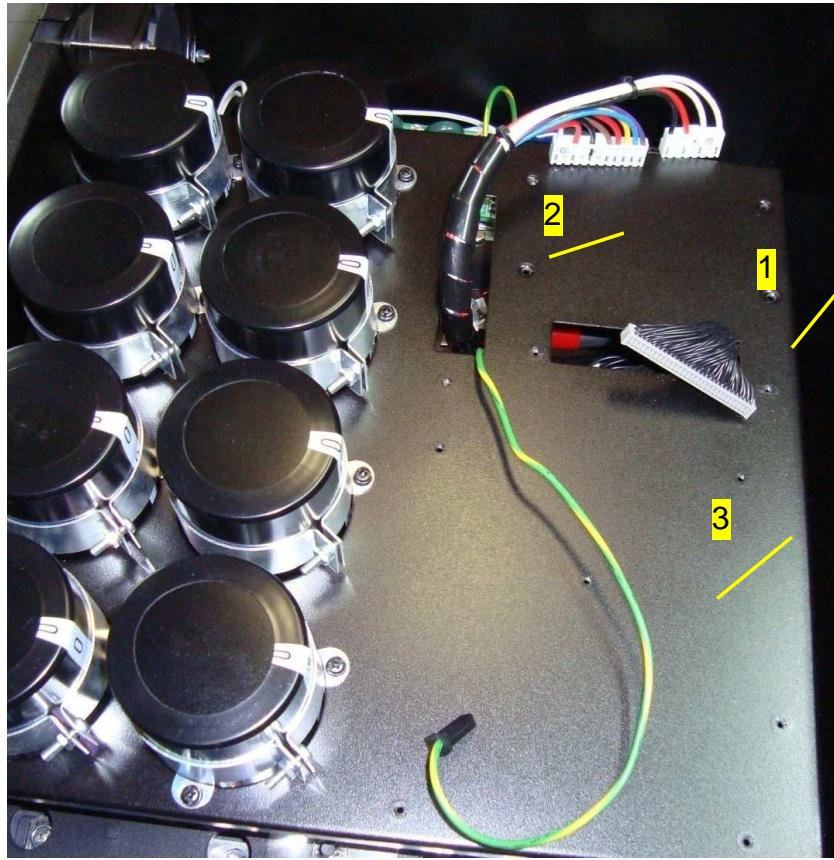

Рис. 7.13
10. вытащить через прорези в корпусе блока конденсаторов жгут платы ЦП 1, жгут платы предохранителей 2 и провод заземления 3 (рис. 7.13).